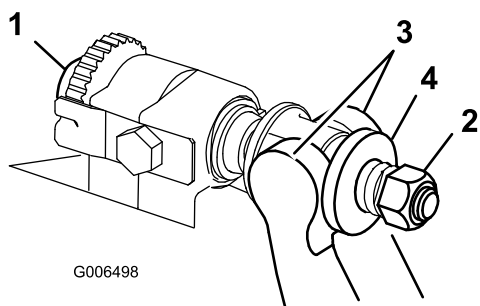

Figura 23
1. Gire los tornillos de ajuste de la barra de asiento en sentido antihorario para alejar la contracuchilla del molinete (Figura 23).
2. Afloje la tuerca de tensado del muelle hasta que el muelle deje de presionar la arandela contra la barra de asiento (**Figura 23**).